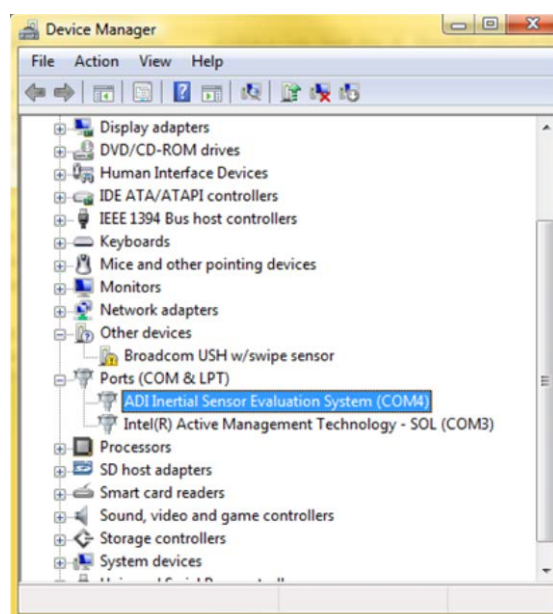

図 6.Device Manager で表示される COM ポート番号
2. **Tasks** の下の **Device Manager** を選択します。Windows Vista ではこのパネルへのアクセス許可や管理者権限が必要になる場合があります。図 6 のウィンドウが表示されます。
**Device Manager** ウィンドウは、図 6 のように表示されます。